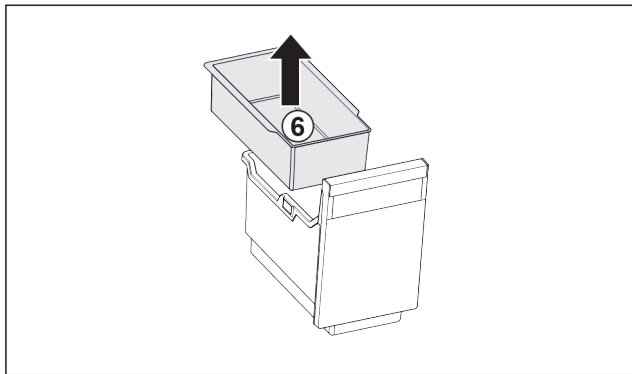

Fig. 119
- Retirer le Fig. 119 (6) balconnet pour glaçons.